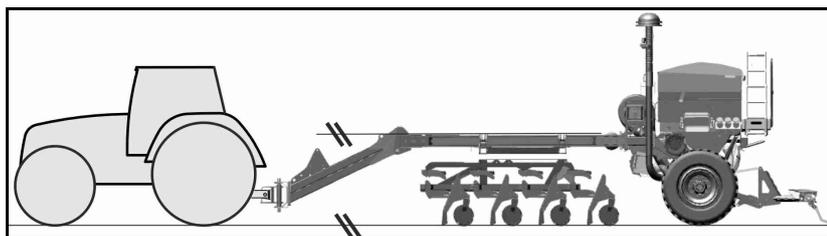

Fig. 111
8. Absperrhähne (Fig. 111/1, 2) schließen.